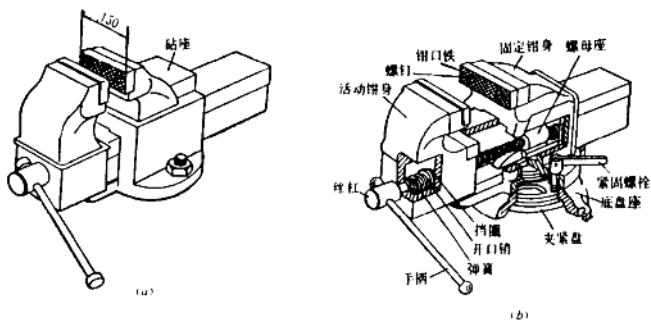

图 1-3 台虎钳
(2) 台虎钳 台虎钳简称虎钳，是用来夹持工件的一种常用设备，有固定式和回转式两种，其构造见图 1-3。台虎钳的规格用钳口的长度表示，常用的有 125、150、200mm 等。